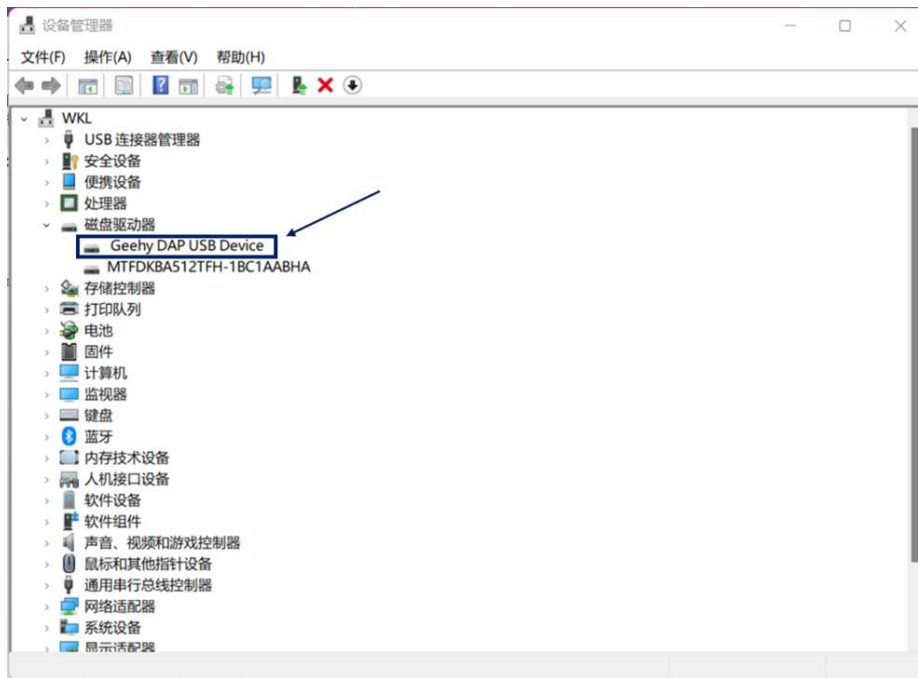

图 3
1) 使用 USB 线成功连接电脑后, 设备管理器上会出现: Geehy DAP USB Device, 如图 3